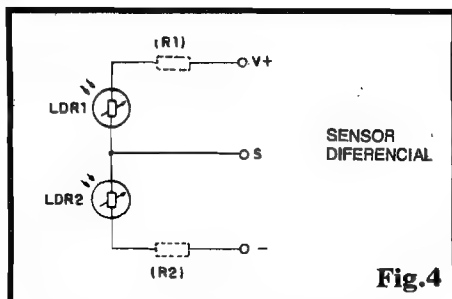

Fig. 4
- FIG. 4 - SENSOREAMENTO DIFERENCIAL C/2 LDRs - Se os dois ramos (superior e inferior) de um divisor de Tensão, forem ambos formados por LDRs (os resistores R1 e R2 - de valor idêntico entre si - podem "estar" lá apenas para manter a dissipação nos LDRs dentro de parâmetros aceitáveis...), obtemos um sensor DIFERENCIAL, ou COMPARADOR! Nesse arranjo, a Tensão de saída no ponto S será **proporcional à relação** das intensidades de LUZ sobre cada um dos LDRs... Através de uma simples "Tabela", será possível determinar (através da interpretação quantitativa da Tensão em S) "qual dos dois foto-sensores está **mais** (ou **menos**...) iluminado do que o outro, e em que proporção...". Um arranjo desse tipo é tão sensível a pequeníssimas variações individuais que pode até ser usado para "reconhecer cores" ("coisa" que qualquer dos arranjos anteriormente sugeridos não é capaz de fazer...). Explicamos: supondo que uma Tensão de 12V é aplicada ao conjunto e, apontando os dois LDRs, simultaneamente, para uma superfície iluminada, de cor **vermelha** (em determinada tonalidade...), obtemos exatamente 6V no ponto S de saída... Daí pra frente, para ob-